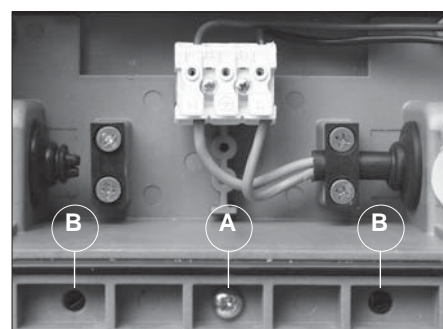

fig. 3
- Fissare l'apparecchio alla cassaforma con le due viti "A" e se necessario regolare la sporgenza dell'apparecchio avvitando i 4 grani "B". (vedi fig. 1, fig. 3).